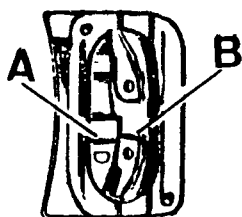
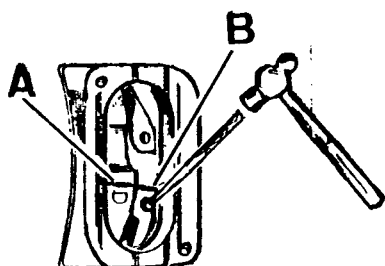

Fig. A3-38 Desfase en el sincronizado interno de la bomba inyectora
Fig. A3-39 Corrección del desfase en el sincronizado interno de la bomba inyectora
- D) Si al realizar la prueba, C, la marca, A (Fig. A3-38) no coincide con el extremo recto, B (Fig. A3-38), del anillo de sincronización, se desplazará dicho anillo hacia el lado que proceda, empleando un botador y un martillo (Fig. A3-39) hasta conseguir alinear la marca, A (Fig. A3-39) con la parte recta, B, del anillo. Quedando así la bomba inyectora sincronizada y preparada para su montaje sobre el motor.